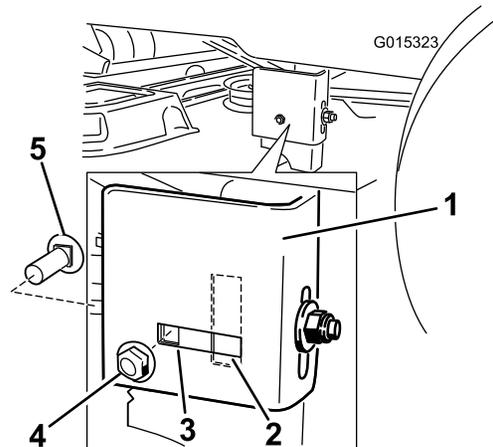

Figure 59
8. Vérifiez si le boulon de carrosserie latéral est dans la position fixe ou dans l'ouverture allongée (Figure 59).
Remarque: S'il est dans la position fixe, retirez-le ainsi que l'écrou de blocage latéral de la position fixe et placez-le dans l'ouverture allongée (Figure 59).